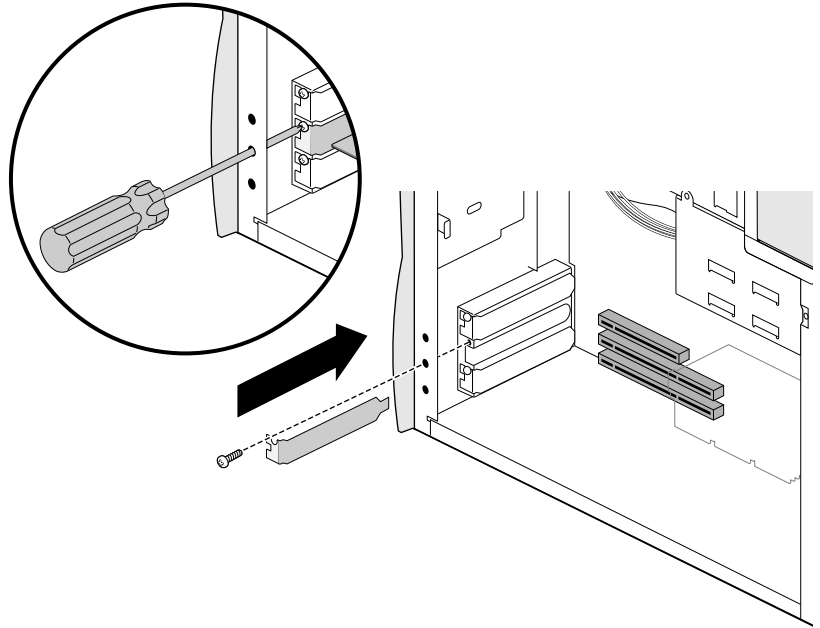

图 5-4 在 PCI 插槽内装上空白板
6. 如果不准备安装另外的卡，则应装上一条空白盖板，如图 5-4 所示。